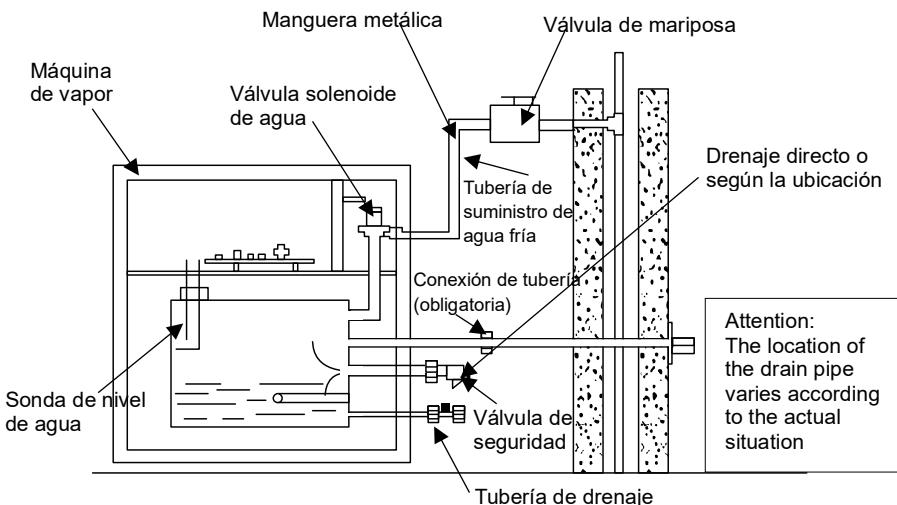

Figura 2
1. Tubería de entrada de agua: La tubería de entrada de agua se conecta a la tubería existente y una manguera metálica DN15 se conecta a la entrada de agua de la máquina y a la válvula de la tubería de suministro de agua, respectivamente (consulte la Figura 2).